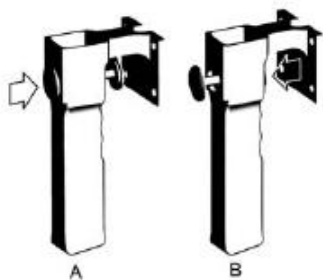

Рис.4
- 5) Нажмите кнопку на хромированной рукоятке (А рис.4) – вертикальная и горизонтальная рукоятки заблокируют свои положения.
- 6) Нажмите на кнопку внутри хромированной рукоятки (В рис.4), чтобы вернуться в изначальное положение, и освободить заблокированные горизонтальную и вертикальную рукоятку.
- 6) Поместите монтажную/демонтажную головку вручную, напротив края обода. Нажмите на кнопку на стальной рукоятке (рис.4). Вертикальная и горизонтальная рукоятки автоматически зафиксируют свои положения; тем временем, монтажная/демонтажная головка на 2 мм. поднимется над краем обода.
- 2) Чтобы накачать шину, вставьте наконечник пистолета для накачки (см. рис.4) в сосок шины при положении запирающего рычажка «UP» («вверх»). Убедитесь, что сопло плотно обхватывает сосок.